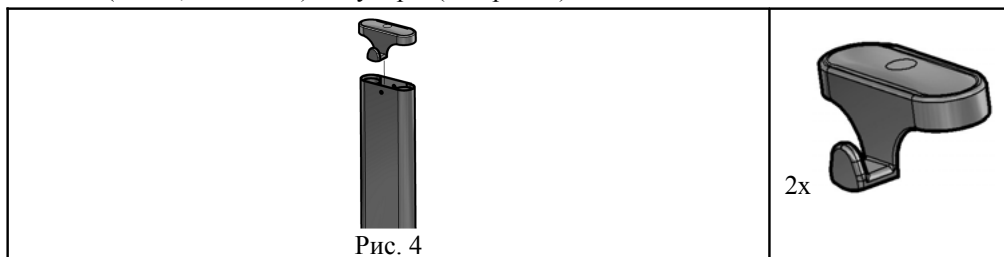

Рис. 4
4.2.2. На кожухи левой и правой стоек (поз. 7, 8) сверху надеть крышки кожуха (поз. 1, пакет №7) до упора. (См. рис. 4)